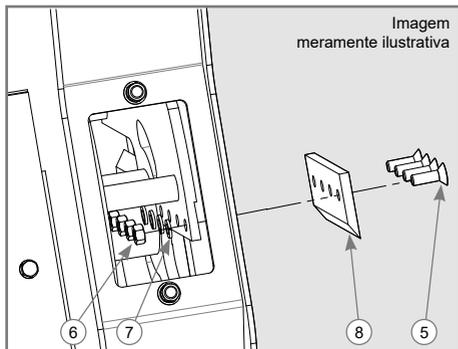

Figura 8
- ✓ Para soltar a contrafaca basta seguir a descrição a seguir, conforme Figura 8:
- ✓ Solte a porca (A) e o parafuso (D), retire as arruelas de pressão (B), as arruelas lisas (C) e retire a contrafaca (E).